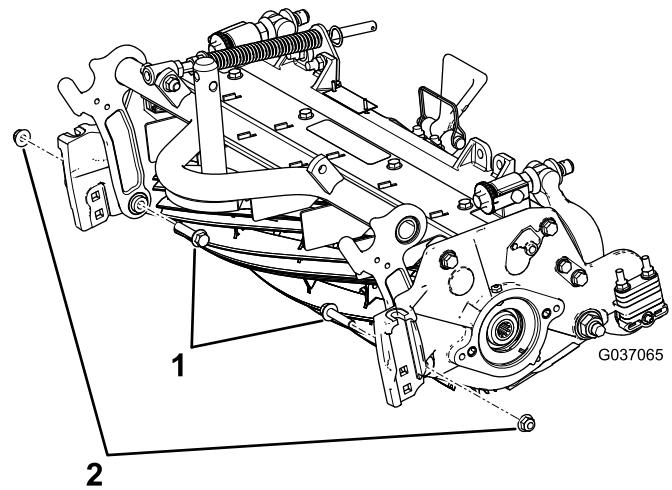

Figura 6
- B. Instale os dois parafusos de cabeça flangeada existentes no interior da unidade de corte e prenda-os com as porcas de bloqueio flangeadas de $\frac{3}{8}$ pol. (Figura 6).